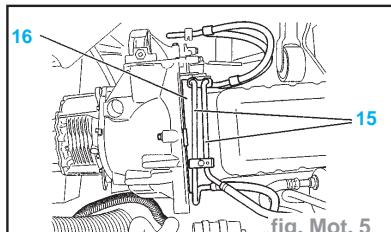

fig. Mot. 5
- Débrider et écarter les tuyaux de direction assistée attenants au moteur (15) (fig. Mot. 5).